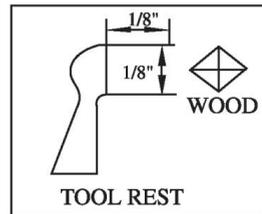

Figure 3
9. Stel de gereedschapshouder ongeveer 1/8" van de hoeken van het hout en 1/8" boven de middellijn af. Vergrendel de gereedschapshouderbasis en de gereedschapshouder. (zoals afbeelding 3)